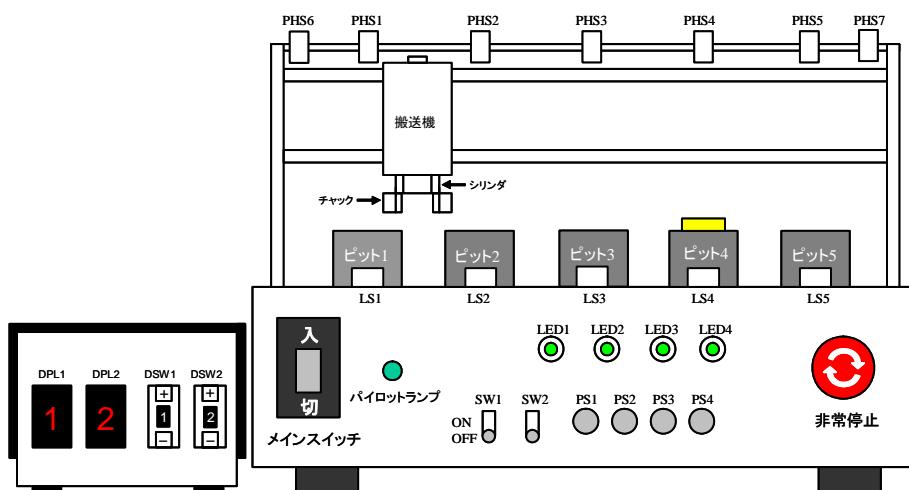

図1. PLC 課題装置および入出力装置の名称
- ① 搬送機の左行とは、装置(図1参照)を正面に見て、搬送機が左に移動することである。
- ② 搬送機の右行とは、装置(図1参照)を正面に見て、搬送機が右に移動することである。
- ③ 搬送機の原位置は PHS5 の位置にある状態である。
- ④ シリンダの原位置は上昇している状態である。
- ⑤ チャックの原位置は閉じている状態である。
- ⑥ 搬送機の原位置、シリンダの原位置、チャックの原位置の3条件が揃った状態を原点という。